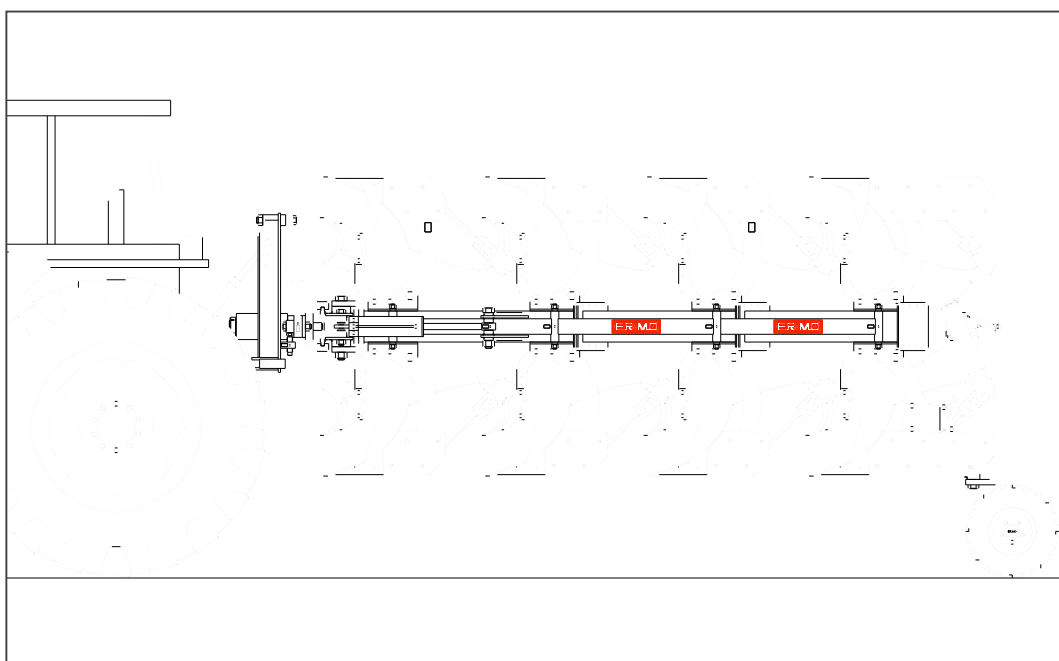

fig.23
- Il trasporto è da effettuarsi con l'aratro in posizione "verticale" (fig.23), tranne nel caso di aratro con sistema fuori-solco che deve essere trasportato in posizione "orizzontale" (fig.24).